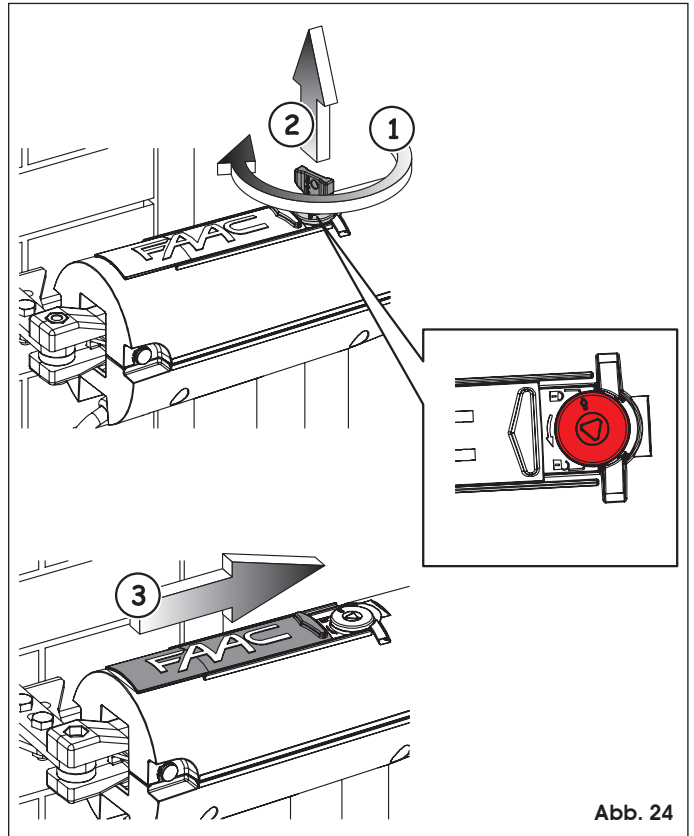

Abb. 24
2. Den Entriegelungsschlüssel im Uhrzeigersinn bis zum Anschlag drehen (Abb. 24, Bez. ①) und abziehen (Abb. 24, Bez. ②). Die Verriegelungsposition ist durch ein geschlossenes Vorhängeschloss angegeben.
3. Die Schutzkappe schließen (Abb. 24, Bez. ③)